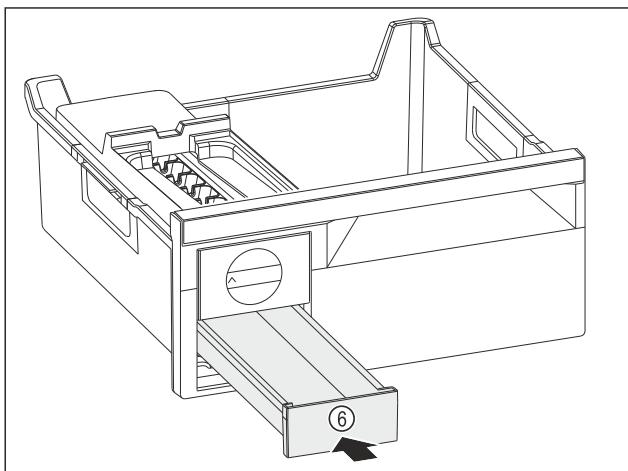

Fig. 188
- ▶ Predal za ledene kocke Fig. 188 (6) potisnite noter.